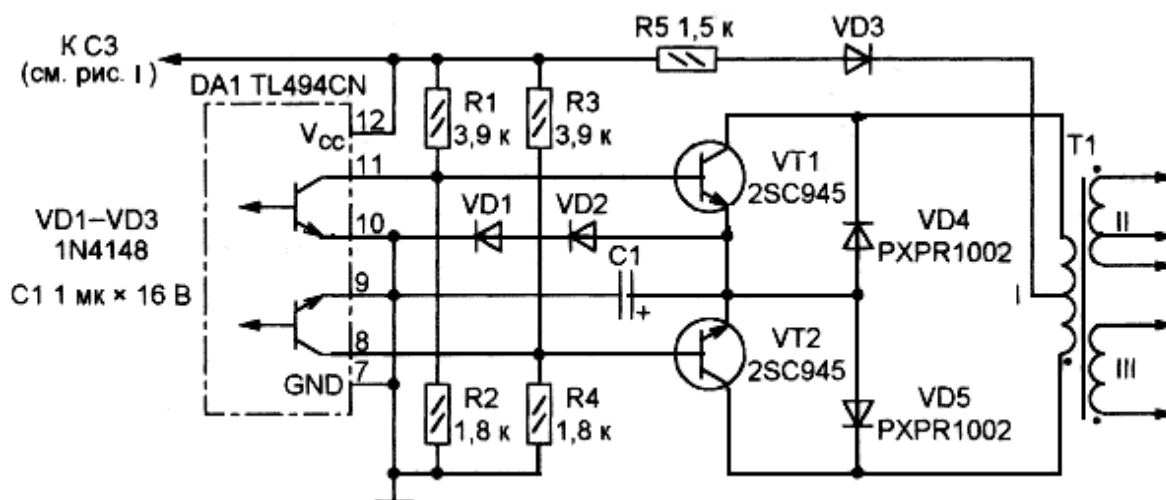

Рис.4.
Если мощности транзисторов микросхемы TL494CN недостаточно для непосредственного управления выходным каскадом инвертора, применяют схему, подобную приведенной на рис. 4, где изображен промежуточный каскад ИБП КУР-150W.
2. Какую роль играет резистор R5 в схеме рис.4?